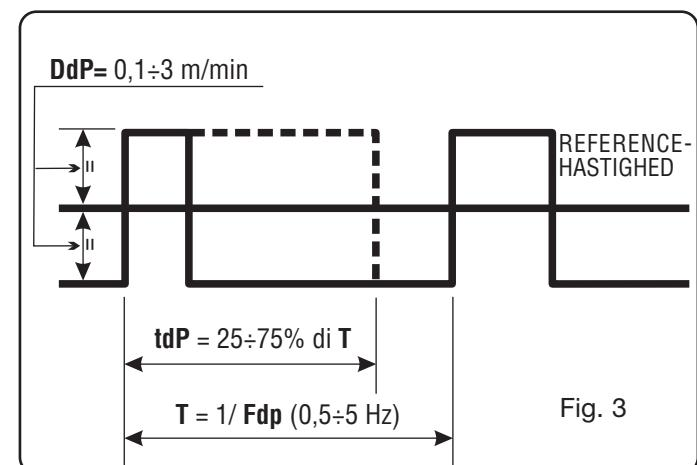

Fig. 3
- Døj knappen **N** indtil koden **tdP** vises. Dette er varigheden for den højeste trådhastighed, d.v.s. den højeste strøm. Den udtrykkes i procentdel af tiden aflæst fra frekvensen **Fdp** (se fig. 3).